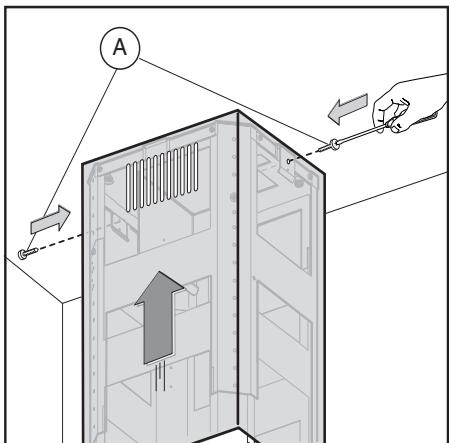

Fig.10
- Prendre le conduit de fumées supérieur et le fixer à la structure à l'aide des 2 vis **A** (Fig.10).